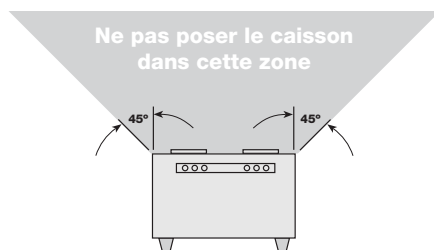

Figure 4 — Emplacement de pose
essentiellement pour l'aspiration d'air propre à basse température. La Figure 4 indique la distance minimale de placement de ces caissons par rapport à l'équipement de cuisson.
1. Pour obtenir des résultats optimum, choisir l'emplacement de manière à limiter au maximum la longueur du conduit et le nombre de coudes. Ne pas poser à proximité d'équipement de cuisson, voir Figure 4.